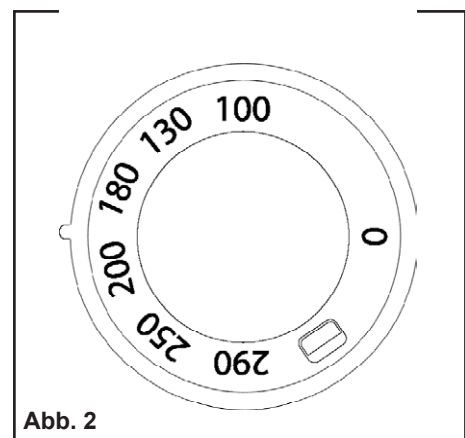

Abb. 2
- Den Knebel (Abb. 2) im Uhrzeigersinn drehen und die gewünschte Temperatur einstellen.